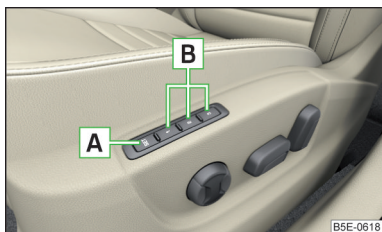

Fig. 81
» fig. 81.
- Maintenir la touche SET **A** » fig. 81 et enfoncer la touche mémoire **B** souhaitée simultanément dans un délai de 10 s. L'enregistrement est confirmé par un signal sonore.
- Mettre le contact et enfoncer la touche mémoire souhaitée **B** » fig. 81.